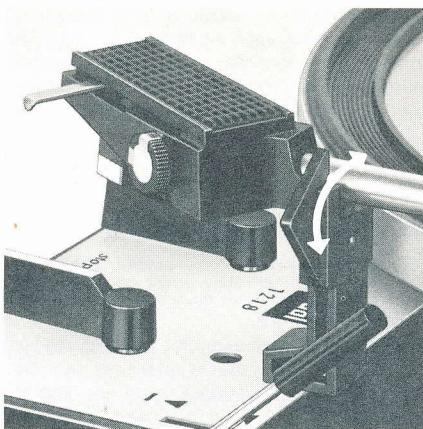

Fig. 7
**Remarque:** après l'audition du disque ou du dernier disque d'une pile, le retour du bras et l'arrêt s'effectuent automatiquement. Il est alors conseillé de verrouiller le bras (fig. 7)